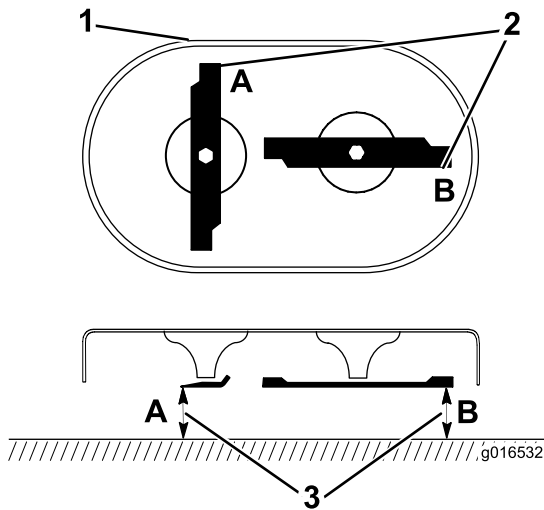

Figura 35
1. Gire las cuchillas hasta que estén posicionadas según se muestra en Figura 35.
2. Mida desde una superficie nivelada hasta los filos de corte, en las posiciones A y B (Figura 35) y anote las dimensiones.